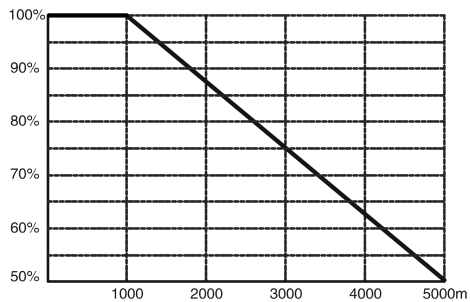

图 3-2 额定输出电流与海拔高度的关系
- 2) 使用海拔：≤1000 米的地区。超过 1000 米，由于空气稀薄造成控制器散热效果变差，有必要降额使用，额定输出电流与海拔高度的关系如图 3-2 所示。